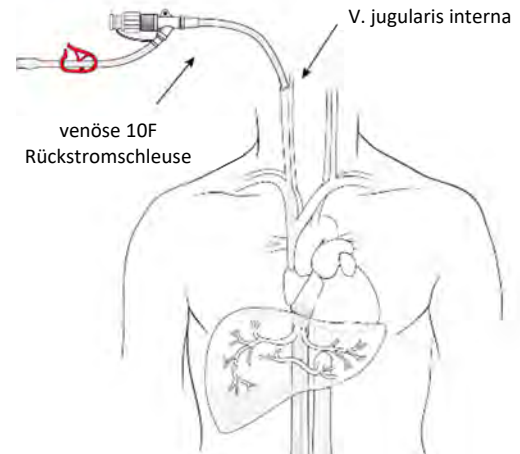

Abbildung 22
- (a) Bringen Sie den Absperrhahn am Seitenanschlusschlauch der Schleuse an. Führen Sie die venöse Rückstromschleuse mittels standardmäßiger Seldinger-Technik (unter Ultraschallkontrolle) in die V. jugularis interna (vorzugsweise die rechte V. jugularis interna, siehe Abbildung 22) ein. Spülen Sie die Schleuse mit steriler heparinisierte normaler Kochsalzlösung. Schließen Sie den Absperrhahn. Sonographische Kontrolle und eine einzelne Punktion der anterioren Venenwand sind erforderlich, um eine versehentliche Punktion der Karotis zu vermeiden. Bei einer versehentlichen Punktion der Karotis muss der Eingriff abgebrochen und auf ein späteres Datum verschoben werden. Nach der Platzierung der Schleuse führen Sie den Obturator durch das Ventil ein.